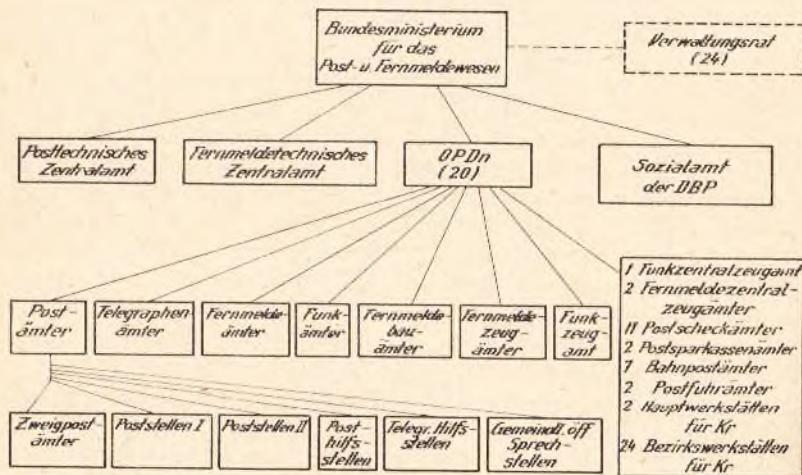

Abb. 1 Gliederung der DBP
c) Die Gliederung der DBP (Abb. 1)
Nach der Zuständigkeitsordnung von 1928 hat das BPM nur leitende Aufgaben, während der Schwerpunkt der Verwaltung bei den OPDn liegt. Den Ämtern sind die örtlichen Betriebs- und Verwaltungsgeschäfte übertragen (Abb. 1).